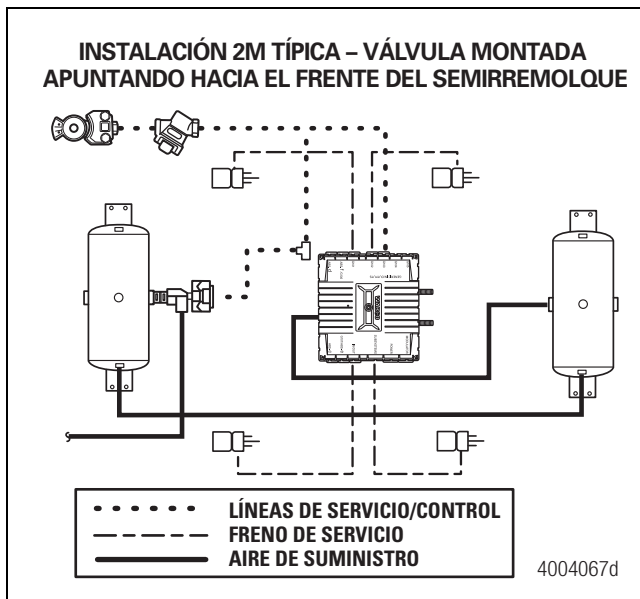
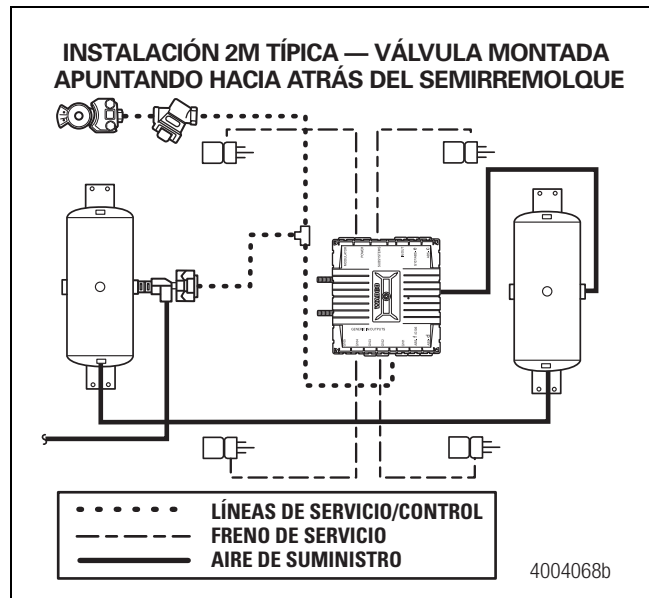

Figura 7
Figura 8
- Conecte las líneas de entrega de aire a las cámaras de freno adecuadas, NPTF de 3/8 de pulgada. Consulte la Figura 7 para válvulas montadas con sensores que apuntan hacia el frente del semirremolque y la Figura 8 para válvulas montadas con sensores que apuntan hacia atrás del semirremolque.